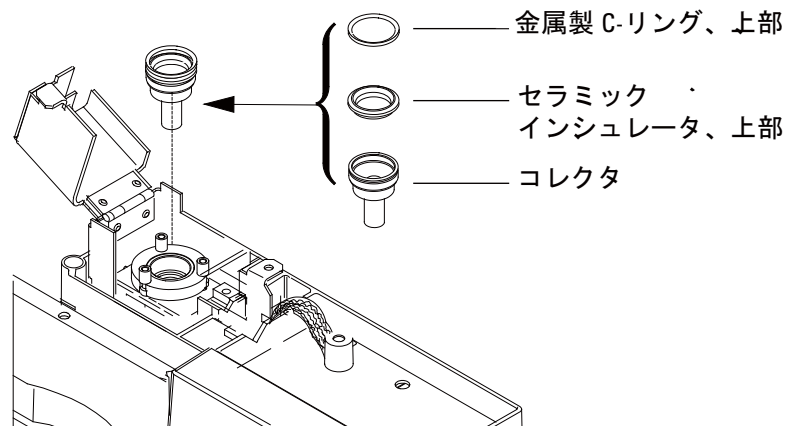

図 7 NPD コレクタ、上部インシュレータ、および金属製 C-リング
- 20 下側の金属製 C-リング、下部セラミックインシュレータ、および上側の金属製 C-リングを取り付けます。図 7 を参照してください。